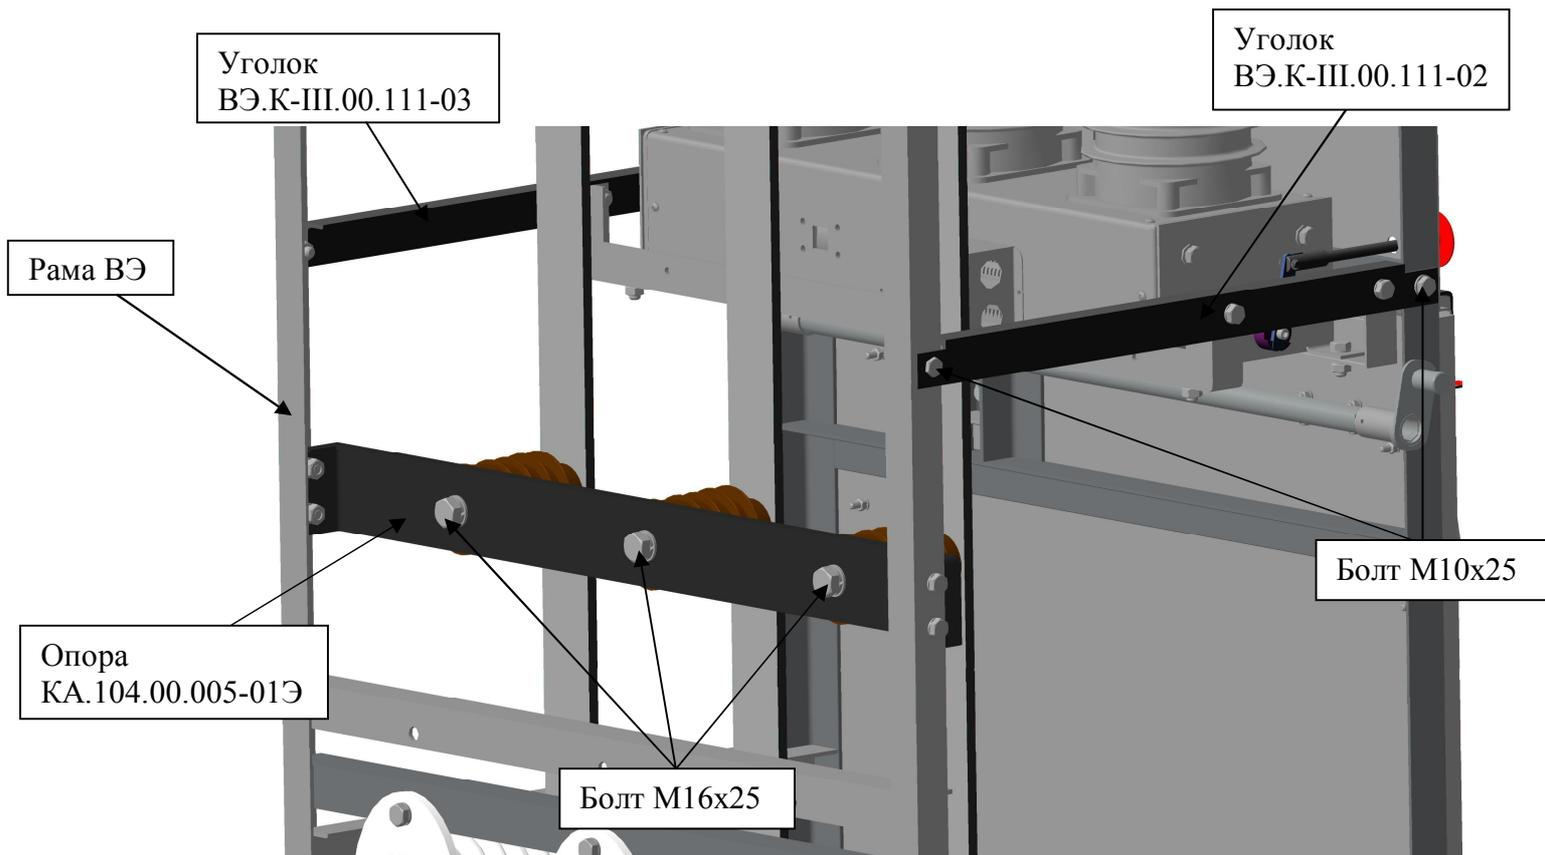
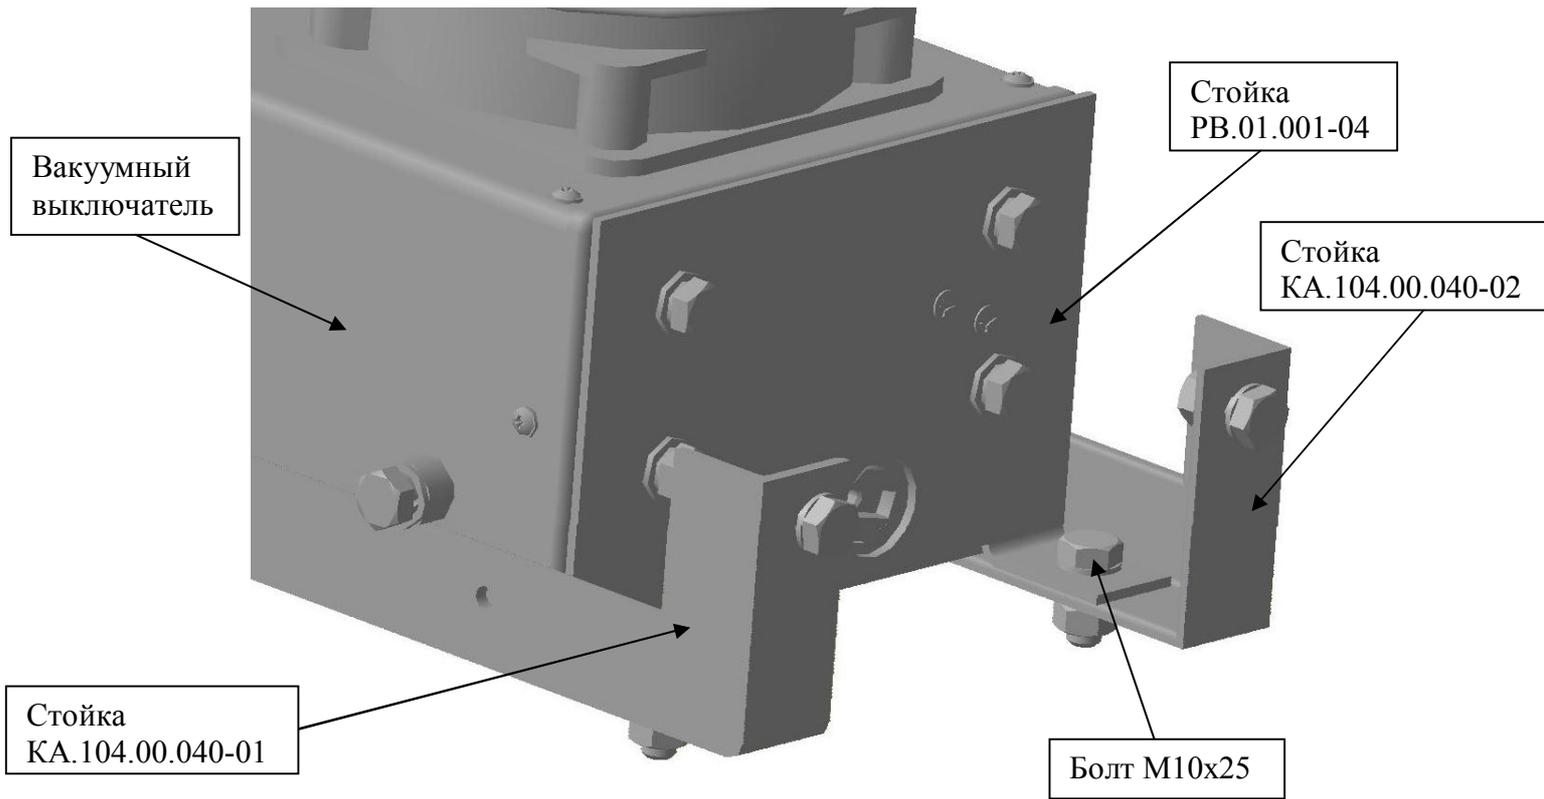

Рис. 2
Рис. 4
- на расстоянии 583 мм. от оси нижнего главного контакта по обеим сторонам ВЭ закрепить уголки ВЭ.К-III.00.111-02 и ВЭ.К-III.00.111-03. Для этого в стенке рамы ВЭ с каждой стороны просверлить по 2 отверстия диаметром 11 мм под болты М10х25. (см. рис.2).
- установить опору под изоляторы КА.104.00.005-01 и 3 опорных изолятора на ней ИОРП-10-12АС. Для этого необходимо просверлить в раме ВЭ с каждой стороны отверстия диаметром 11 мм под болты М10х25 под опоры КА.104.00.005-01. Затем установить опору и изоляторы на раму. Изоляторы ИОРП-10-12АС установить на опору КА.104.00.005-01 при помощи болтов М16х25. (см.рис.2,3)
- к торцам ВВ болтами входящими в комплект ВВ прикрутить стойки РВ.01.001-04 (см.рис.4).
- ВВ вместе со стойками РВ.01.001-04 установить на стойки КА.104.00.040-01 и КА.104.00.040-02 с помощью болтов М10х25 (См.рис.4). Установить выключатель как показано на рис.2,4,5.